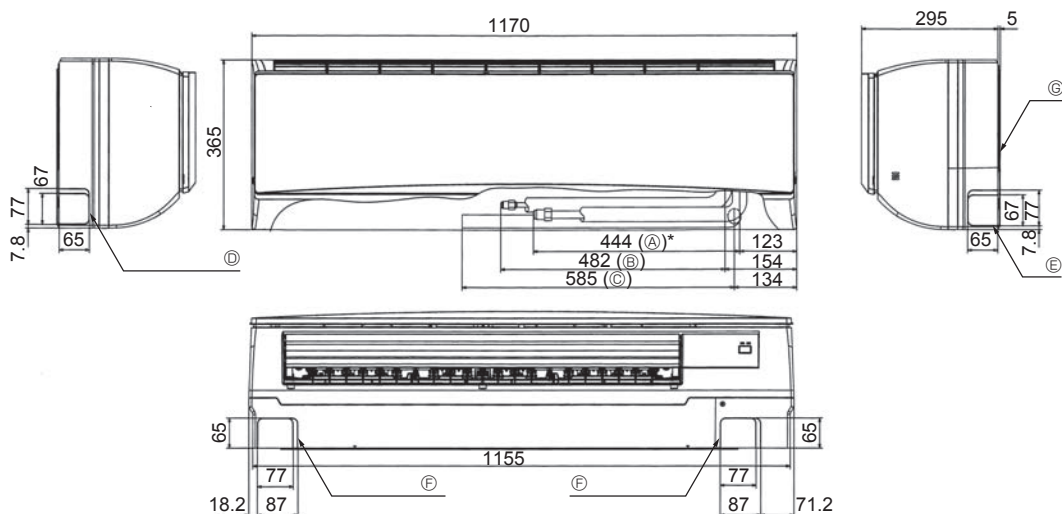

Рис. 4-2
4.3. Выбор расположения труб хладагента и дренажных трубок (Рис. 4-2)
- Г Монтажная плита ①